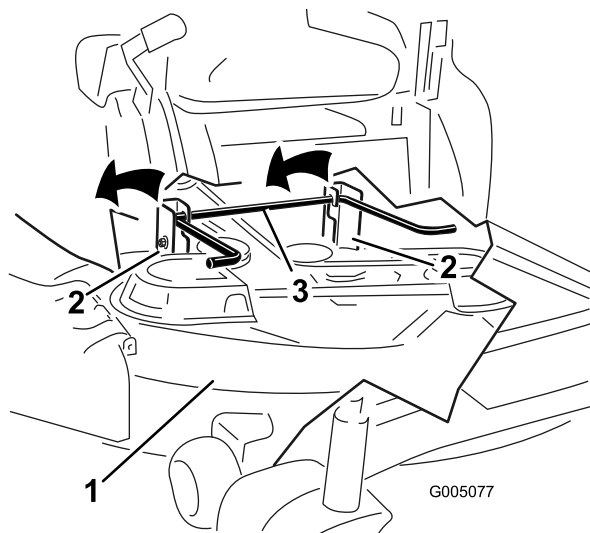

Figure 57
6. Soulevez et déposez le tablier de coupe et les supports de la tige de levage arrière et abaissez le tablier au sol avec précaution (Figure 57).
5. Soulevez l'arrière du tablier de coupe et guidez les supports sur la tige de levage arrière (Figure 57).